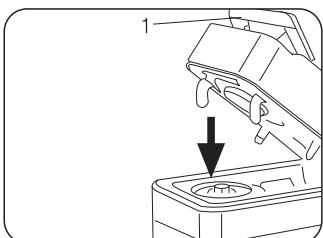
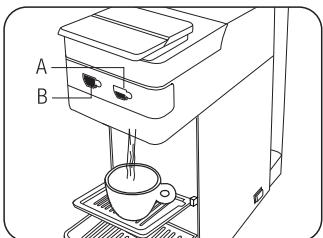

Abb. 9
Abb. 10
- Schließen Sie den Hebel (1) (**Abb. 9**) vollständig und drücken Sie nach Wunsch eine der Abgabetasten: die Taste (A) für die kleine oder die Taste (B) für die mittelgroße Tasse. (**Abb. 10**)
Das Wasser beginnt heraus zu fließen. Wenn die gewünschte Wassermenge abgegeben worden ist, die Taste (B) wieder loslassen. Die Wasserabgabe wird dadurch gestoppt und die Wassermenge wird gespeichert. (**Abb. 10**)
Das Wasser beginnt heraus zu fließen. Wenn die gewünschte Wassermenge abgegeben worden ist, die Taste (A) wieder loslassen. Die Wasserabgabe wird dadurch gestoppt und die Wassermenge wird gespeichert. (**Abb. 10**)